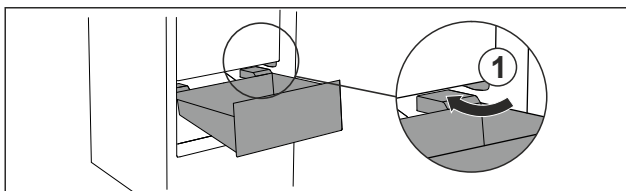

Fig. 98
- ▶ Prevedte zásuvku šikmo okolo zádržok Fig. 98 (1).